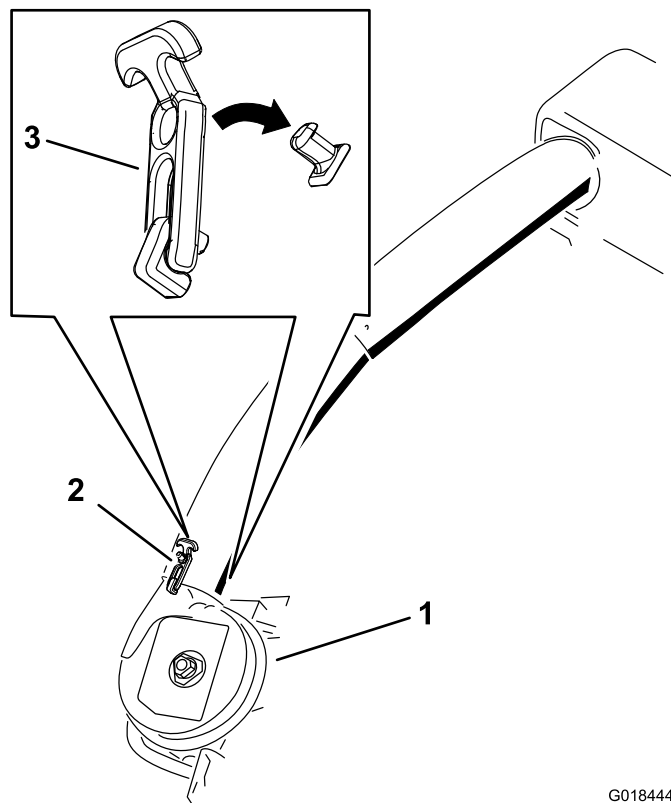

Figura 28
- Utilize ambos os trincos para instalar o tubo inferior no conjunto do soprador (Figura 28).
21. Utilize ambos os trincos para instalar o tubo inferior no conjunto do soprador (Figura 28).